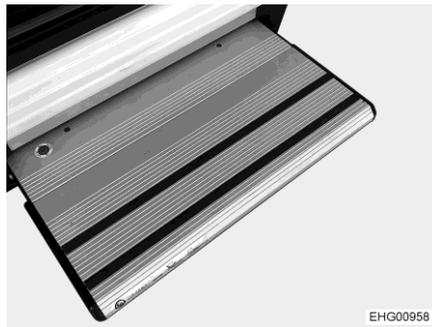
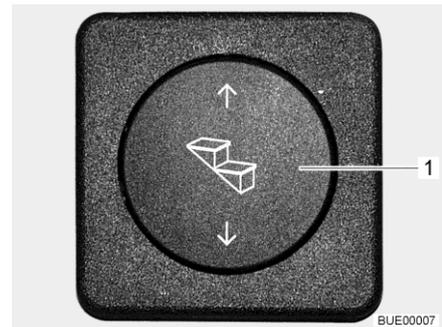

Fig. 4 Marchepied
Fig. 5 Commutateur de commande du marchepied
Sortir complètement le marchepied (Fig. 4) avant de poser le pied sur celui-ci.
- Sortir : ■ Appuyer sur le commutateur à bascule (Fig. 5,1) vers le bas jusqu'à ce que le (Fig. 4) marchepied soit entièrement sorti.
- Rentrer : ■ Appuyer sur le commutateur à bascule (Fig. 5,1) vers le haut jusqu'à ce que le marchepied (Fig. 4) soit entièrement ressorti.